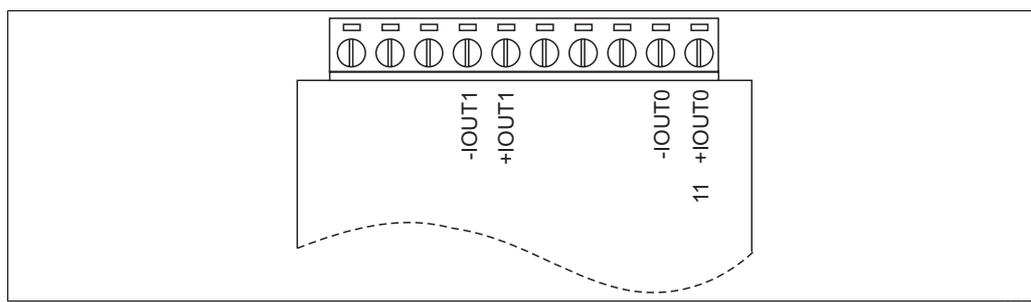

Fig. 13: Connessione delle uscite di segnale
3. Collegare i cavi di segnale ai moduli analogici (v. Fig. 13).